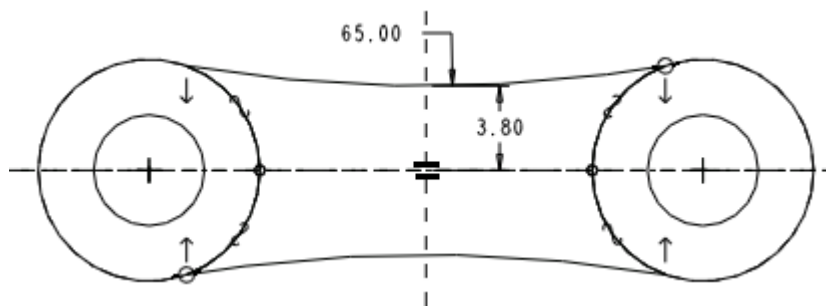

图 54-8
- (3) 单击【草绘】按钮，进入草绘工作环境，绘制如图 54-8 所示的拉伸截面。